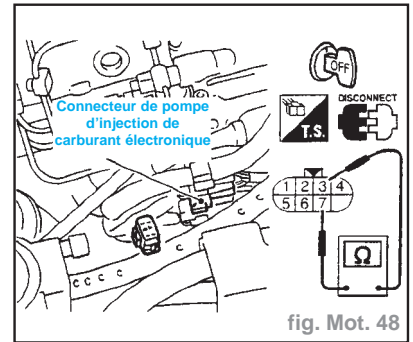

fig. Mot. 48
- Vérifier la résistance entre les bornes (3) et (7) (fig. Mot. 48) :